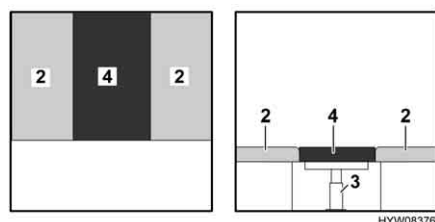

Fig. 38 Dopo la trasformazione
- Posizionare il cuscino aggiuntivo (Fig. 38,4) tra i cuscini del divano.